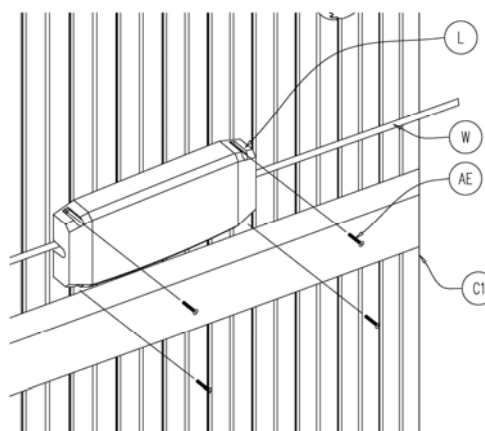

Figure 6.2
Tel qu'indiqué à la figure 6.2, couvrez chacune des attaches métalliques de câble (Y) avec les couvercles d'attache (L) prévus à cette fin et fixez-les à l'aide des vis (AE).